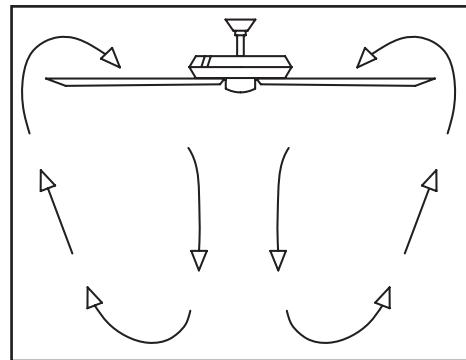

Figura 19
**Control Remoto** - Su ventilador está equipado con un control remoto para operar la velocidad y las luces (Figura 19).
**Clima caliente** - (Hacia adelante) Un flujo de aire hacia abajo surte efecto refrescante, como se muestra en la Figura 19. Esto permite fijar tu aire acondicionado en configuración más alta sin afectar tu comodidad.